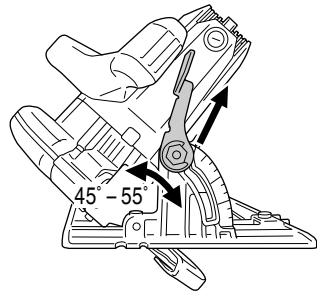

Fig. 9
Si utiliza un ángulo de inclinación superior a 45°, como se muestra en la Fig. 9, mueva la palanca (A) hacia la parte exterior, la cuchilla de la sierra puede inclinarse para formar un ángulo máximo de 55° con relación a la base.